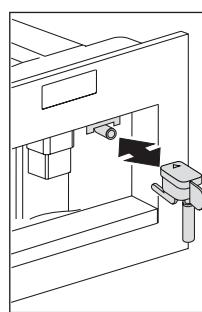

Fig. 13
- Pentru a utiliza din nou aparatul, introduceți duza pentru apă fierbinte (Fig. 13), dacă nu este deja în poziție, și apăsați pe pictograma  (B9). Aparatul afișează: HOT WATER PRESS OK (APĂ FIERBINTE, APĂSAȚI OK). Apăsați pe pictograma  (B9) în decurs de câteva secunde și dozați apă prin duză pentru aproximativ 30 de secunde. Când dozarea se oprește, modurile de bază sunt afișate din nou.